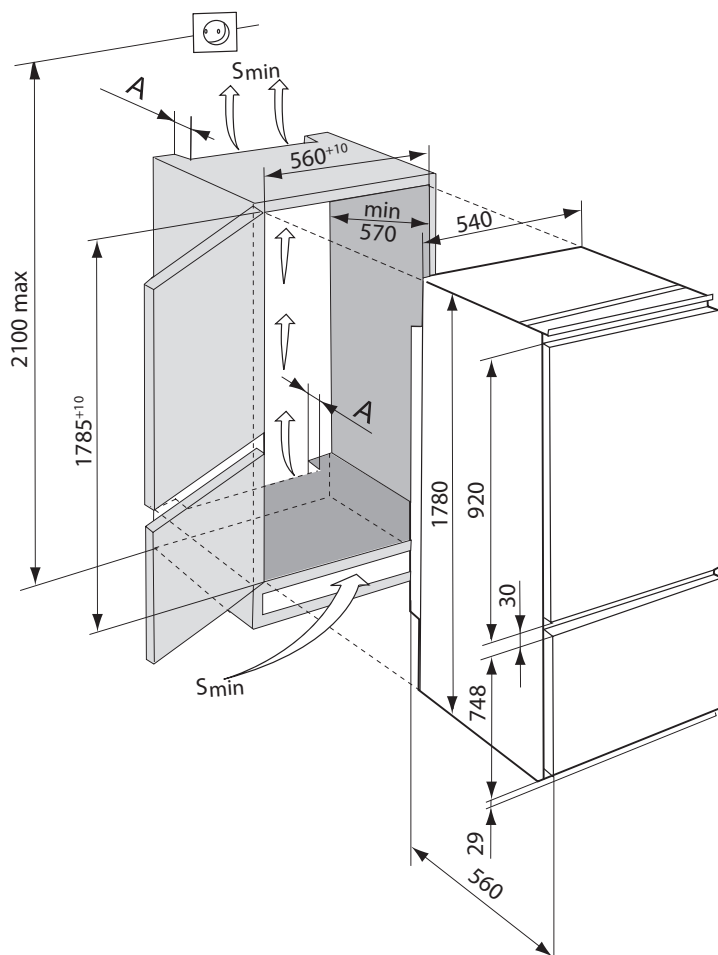

Figura 7 – Schema încorporării frigiderului în mobilier
2.1 Varianta de mobilier recomandată pentru încorporarea frigiderului este indicată în figura 7 (dimensiuni în mm).
ATENȚIE! Suprafața minimă (S_{min}) a canalelor de aer și deschizăturilor grilei decorative trebuie să fie nu mai mică de 200 cm², și adâncimea deschizăturii A - nu mai mică de 50 mm, în conformitate cu figura 7.